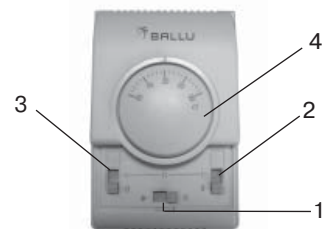

Рис. 2. Блок управления
4.2. Завеса состоит из корпуса 1 (см. рис. 1), изготовленного из листовой стали, покрытой высококачественным полимерным покрытием. Внутри корпуса расположены два вентиляторных блока с трубчатыми оребренными электронагревателями. Вентиляторы всасывают воздух через переднюю перфорированную стенку корпуса 2, поток воздуха, проходя через электронагреватели, нагревается и выбрасывается через решетки 3 в виде узкой направленной струи. Управление завесой осуществляется с выносного блока управления (см. рис. 2).
4.3. Электрическая схема завесы приведена на рис.2 Приложения.
5.4. Завеса состоит из двух блоков работающих параллельно, поэтому подключение к электросети осуществляется через автоматический выключатель в соответствии с «Правилами эксплуатации электроустановок» двумя независимыми силовыми кабелями или с помощью внешней силовой перемычки. Для этого необходимо снять две крышки на верхней стенке корпуса, завести силовые кабели и подключить их к клеммным колодкам в соответствии с рис. 3 Приложения (см. также электрическую схему рис. 2 Приложения).
5.6. Выносной пульт управления подключен на заводе-изготовителе (электрическую схему пульта управления см. на рис. 2 Приложения).
6.1. Перед включением завесы переключатели пульта управления должны находиться в положении 0 (см. рис. 2)